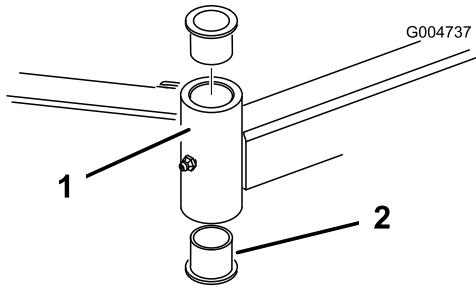

Figura 96
- Inserte un botador fino en la parte superior o inferior del tubo de montaje y dé golpes hasta retirar el casquillo del tubo (Figura 96). Retire también el otro casquillo del tubo. Limpie el interior de los tubos para eliminar toda suciedad.